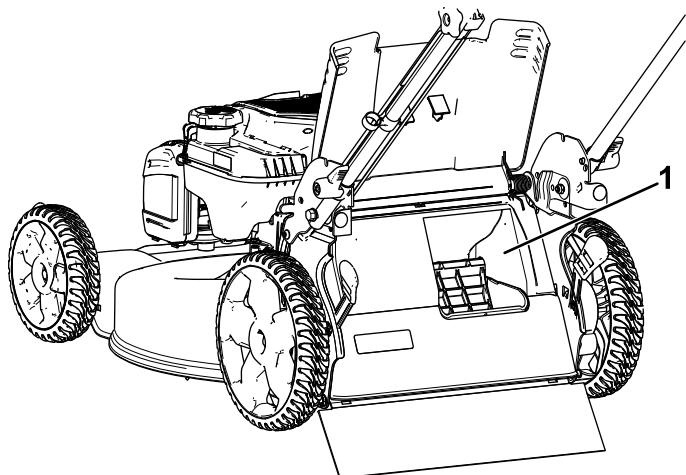

Figure 16
**Important:** Pour que le ramassage s'effectue correctement, coupez le moteur, attendez l'arrêt de toutes les pièces mobiles et enlevez les déchets d'herbe ou autres qui se trouvent sur le volet de ramassage sur demande et l'ouverture (Figure 16) avant de changer la position du levier de ramassage sur demande.